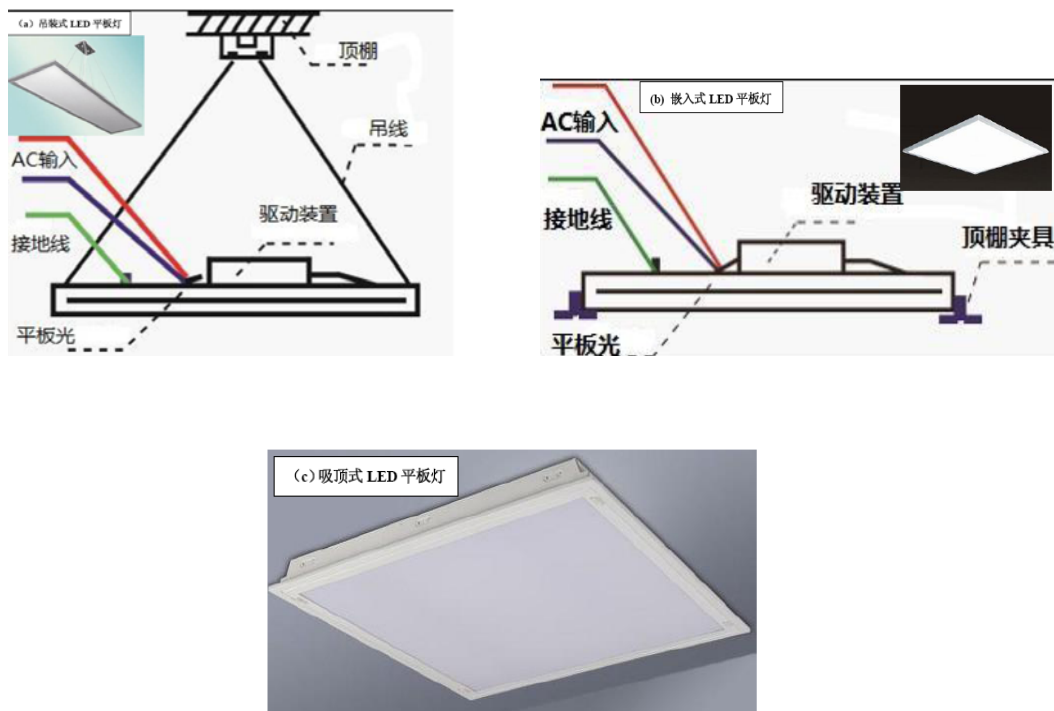

图 1 采用不同安装方式的 LED 平板灯.其中，(a) 吊装式 LED 平板灯；(b) 嵌入式 LED 平板灯；(c) 吸顶式 LED 平板灯。
-按安装方式：主要有吊装式与嵌入式两种，当然也可以吸顶式（表面式）安装等（如图 1）；